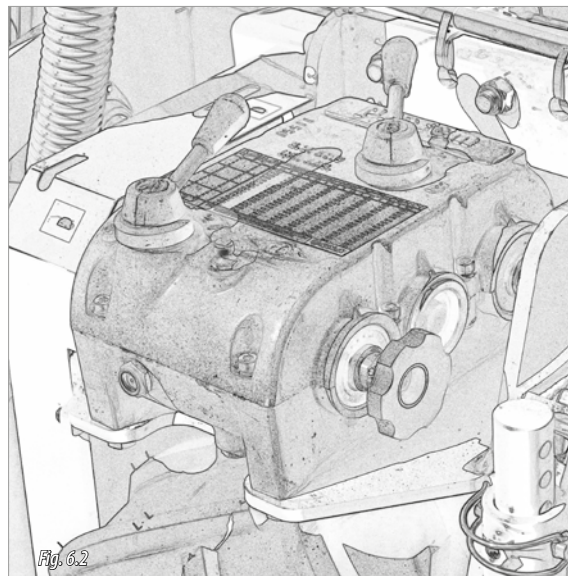

Fig. 6.2
- 2- CAJA CAMBIOS AUTOMÁTICA (Fig. 6.2).